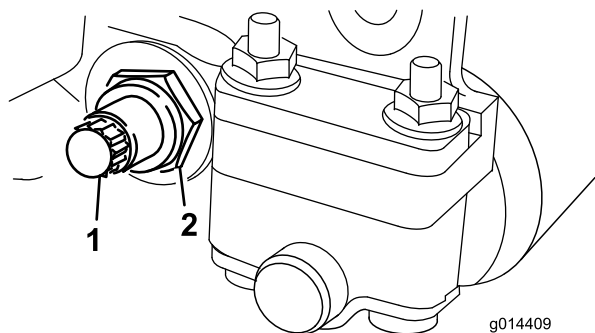
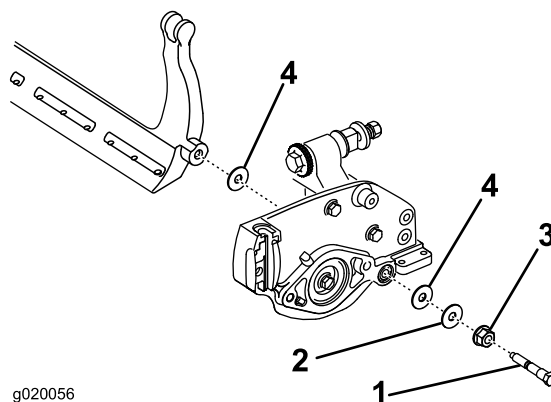

図 20
図 21
3. ベッドバーボルト 図 20 を固定しているロックナット機体両側をゆるめる。
4. 各ベッドバーボルトを抜いて、ベッドバーを下に引き抜いて外す 図 20。ベッドバーの両端にナイロンワッシャ2枚とスチールワッシャ1枚ずつがあるので注意する 図 21。
2. ベッドバーボルト2本、ロックナットボルトについているナット、ワッシャ6枚で、ベッドバーを各サイドプレートに固定する。サイドプレートのボスの両側にナイロンワッシャを入れる。その外側からスチール製ワッシャを取り付ける (図 21)。
4. スチール製のワッシャが手で回せなくなるまで、左右のロックナットを均等に締め付ける 図 21。